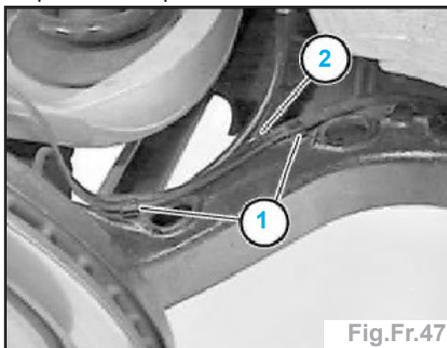

Fig.Fr.47
**Cheminement de câble jusqu'à 03/02** (fig.Fr.47) :
- ouvrir l'attache de câbles (1),
- retirer le câble (2) des supports sur le trapèze de suspension de la roue arrière.